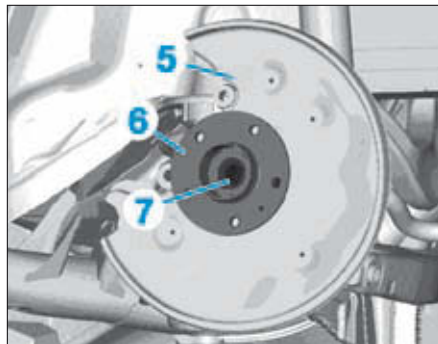

FIG. 33
- Dévisser la tôle (5) de protection du disque (Fig.33).
- Retirer le moyeu (6) de la fusée (7) en prenant appui sur la bague intérieure du roulement en s'aidant d'abord avec la tôle de protection du disque puis avec le flasque d'étanchéité arrière du moyeu.